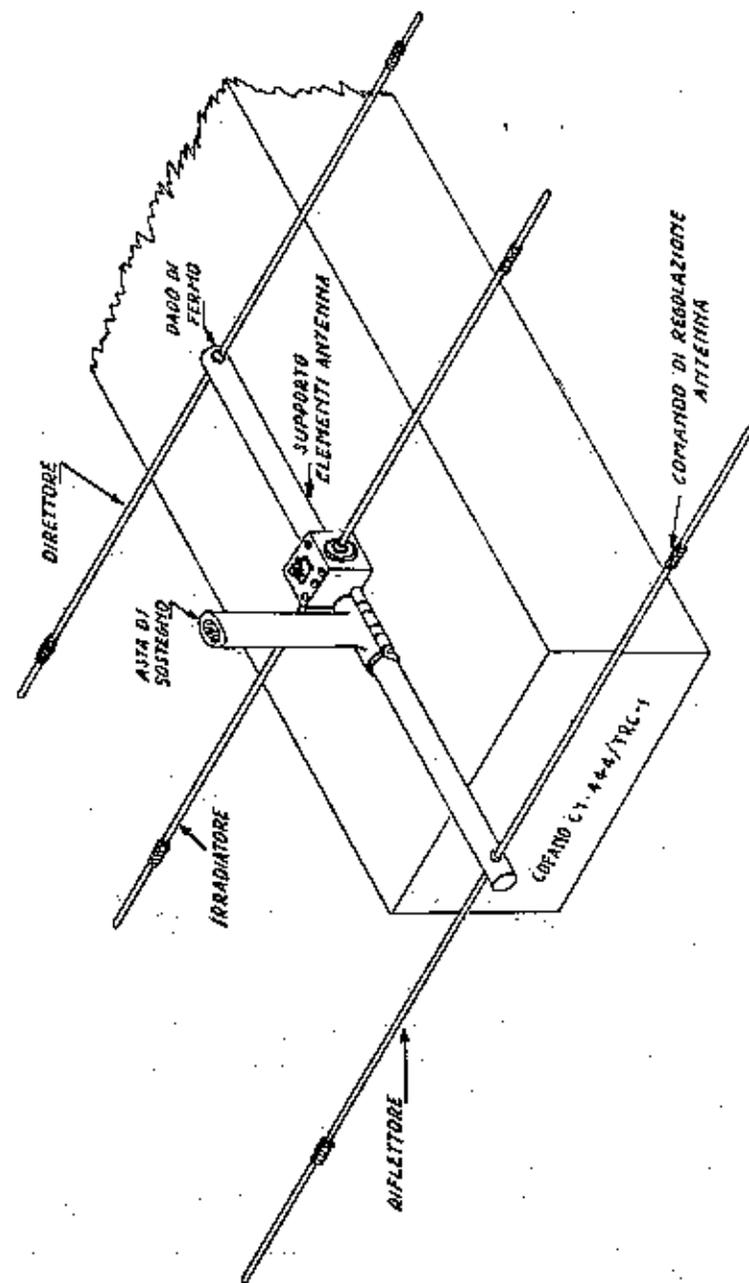

Fig. 11- Montaggio antenna AS-20 F/TRC-1.
- eseguire le seguenti operazioni usando, come base, il cofano CY-444/TRC-1 (fig. 11);